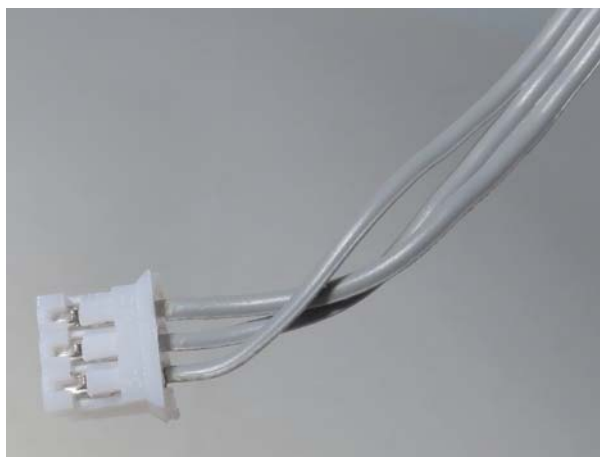

Рис. 4.1. Доработка жгута датчика MaRS
2. Поменяв контакты местами, вставьте их в разъем (рис. 4.1).